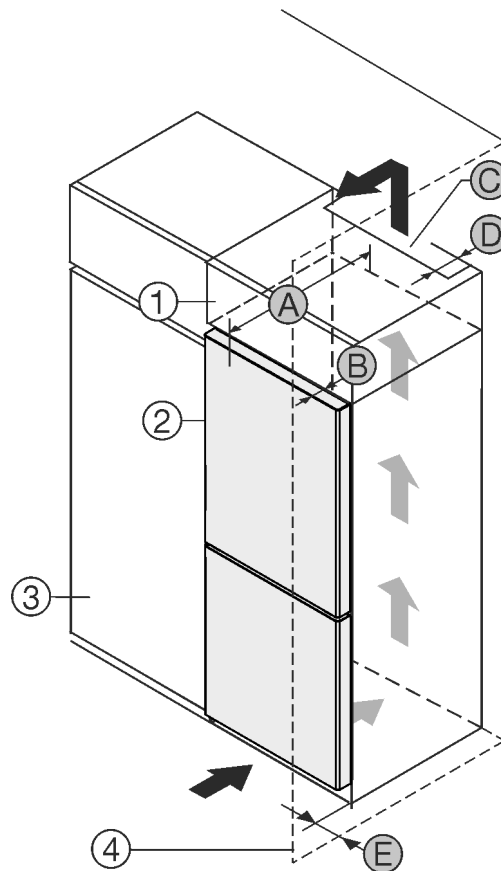

Fig. 1
- (1) Rehausse
- (2) Appareil
- (3) Placard de cuisine
- (4) Mur
- (A) Profondeur de l'appareil
- (B) Profondeur de porte
- (C) Section de ventilation
- (D) Distance du dos de l'appareil
- (E) Distance par rapport au côté de l'appareil
Vous pouvez placer le réfrigérateur directement à côté de l'armoire de cuisine Fig. 1 (3).
Une sortie d'air avec la profondeur Fig. 1 (D) doit être présente au dos de la rehausse sur toute sa largeur.
La section de ventilation Fig. 1 (C) sous plafond doit être respectée.
Si le réfrigérateur est installé avec les charnières près d'une paroi Fig. 1 (4), la distance entre le réfrigérateur et la paroi doit être d'au moins 13 mm.
Si le réfrigérateur est installé avec les charnières près d'une paroi *Fig. 1 (4)*, la distance entre le réfrigérateur et la paroi doit être d'au moins 20 mm.
Pour pouvoir ouvrir complètement les portes, le réfrigérateur doit dépasser de la profondeur de la porte *Fig. 1 (B)* par rapport à la façade du placard. L'appareil peut déborder encore plus en fonction de la profondeur des placards *Fig. 1 (3)* et de l'utilisation de cales d'épaisseur.